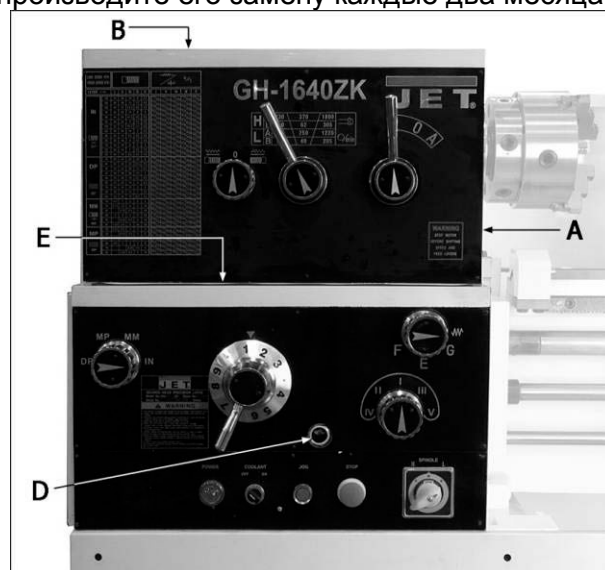
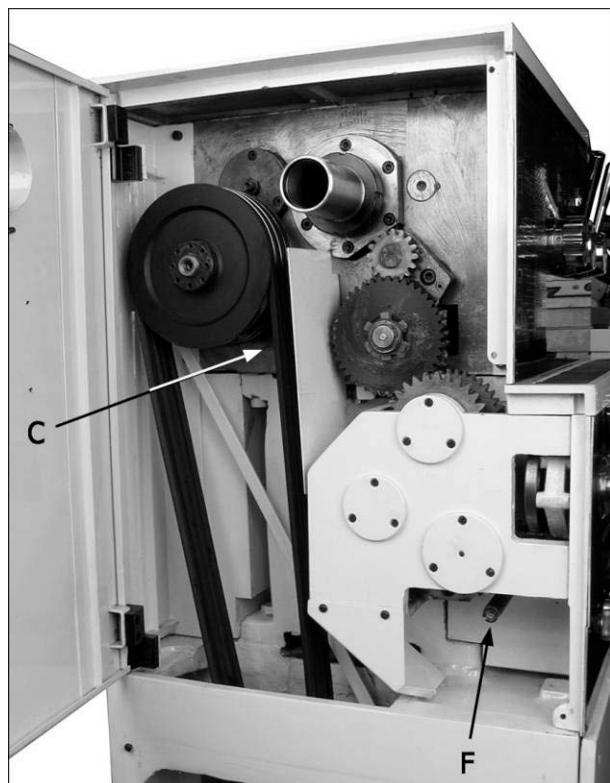

Рис.9
Рис.10
2. Шпиндельная бабка – Уровень масла должен быть до отметки в смотровом глазке (А, Рис.9), который расположен с правой стороны шпиндельной бабки. Используйте масло с вязкостью по SAE20W. Пробка заливного отверстия коробки скоростей (В, Рис.9) находится на крышке шпиндельной бабки под резиновым ковриком.
Для слива масла из коробки скоростей при его замене, выкрутите заглушку (С, Рис.10). Слейте масло полностью и вычистите, если есть, металлическую стружку, промойте заглушку в керосине и установите ее на место. В течение первого месяца эксплуатации следите за уровнем масла и при необходимости доливайте его. Через месяц полностью замените масло в шпиндельной бабке и далее производите его замену каждые два месяца.
3. Коробка передач – Уровень масла должен быть до отметки в смотровом глазке (D, Рис.9). Используйте масло с вязкостью по SAE20W. Пробка заливного отверстия коробки передач (E, Рис.9) находится под резиновым ковриком. Для слива масла из коробки подач при его замене выкрутите заглушку (F, Рис.10). В течение первых трех месяцев эксплуатации следите за уровнем масла и при необходимости доливайте его. Через три месяца полностью замените масло и далее производите его замену каждые шесть месяцев.